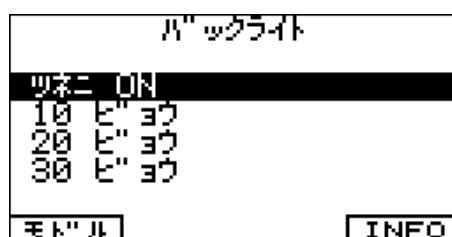

図 2.13.10-1 バックライト設定画面
2. 「バックライト」を選択し、FUNCTION キーを押します。バックライト設定画面 (図 2.13.10-1 参照) が表示されます。